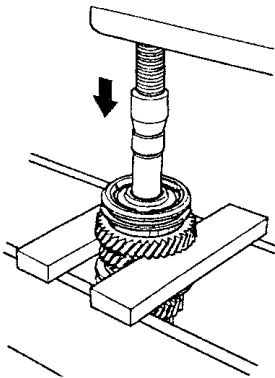

图 4-69 将主轴从 5 档同步毂中压出
2) 如图 4-69 所示，将 5 档齿轮支撑到钢块上，然后将主轴从 5 档同步毂中压出来。使用钳式拉拔